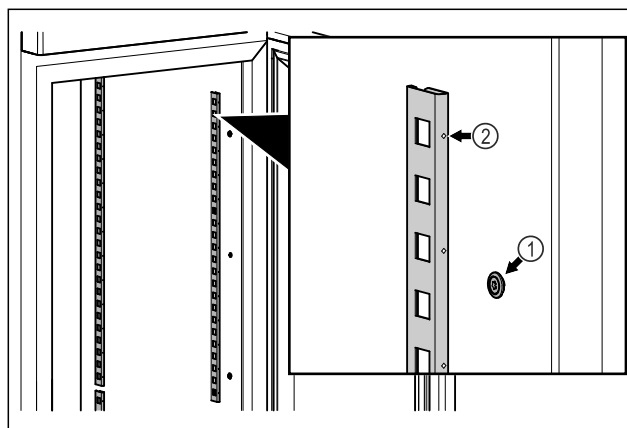

Fig. 17 Ilustrační zobrazení
- ▶ Zahákněte zářivkové lišty do zavěšení Fig. 17 (1). Označení Fig. 17 (2) musí směřovat dopředu.